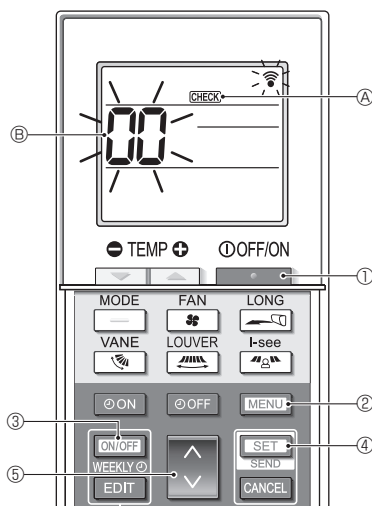

Fig. 7-6
■ Auto-vérification (Fig. 7-6)
- Appuyez sur le bouton **ON/OFF** ① pour arrêter le climatiseur.
- Si la minuterie hebdomadaire est activée (**WEEKLY** est affiché), appuyez sur le bouton **ON/OFF WEEKLY** ③ pour la désactiver (**WEEKLY** disparaît).
- Appuyez sur le bouton **MENU** ② pendant 5 secondes.
- Appuyez sur le bouton **MODE** ⑤ pour sélectionner l'adresse de réfrigérant (adresse M-NET) ⑥ de l'appareil intérieur pour lequel vous voulez effectuer l'auto-vérification.
- Appuyez sur le bouton **SET** ④.
- Appuyez sur le bouton **ON/OFF** ①.
- CHECK** s'éteint et l'adresse de réfrigérant (adresse M-NET) ⑥ s'éteignent et l'auto-vérification est terminée.